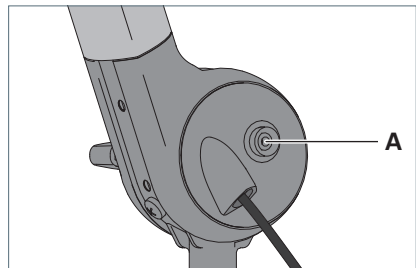

Fig. 7: Bouton-poussoir pour le câble de mise à la terre.
- ▶ Enfichez une des extrémités du câble de mise à la terre livré avec l'appareil sur le bouton-poussoir **A** du luminaire, voir Fig. 7.